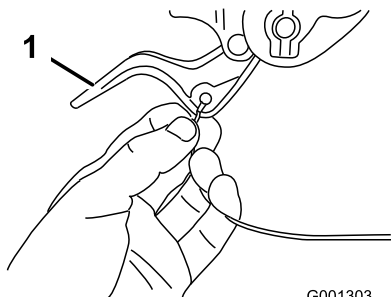

Figure 5
1. Faites passer l'extrémité du câble gauche ou droit par-dessus la partie inférieure du guidon et insérez-la dans le trou du levier de débrayage de roue correspondant (Figure 5).